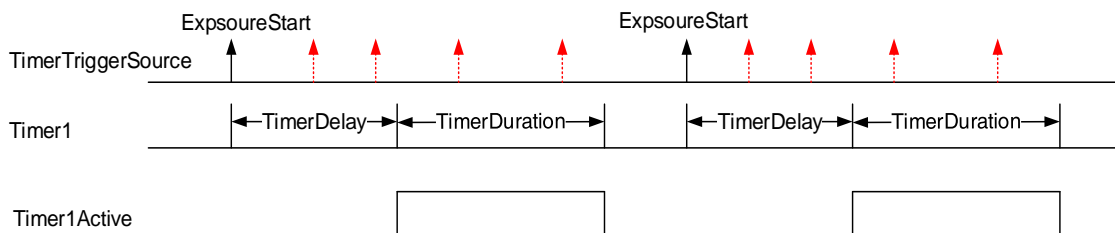

图 8-60 Timer1Active 与曝光开始信号的关系
- 1) 从定时器开始启动到 Timer1Active 完整输出,这个过程不会被曝光开始信号打断,即 Timer1Active 必须完整输出,才能根据下一个曝光开始信号开始计时。如图 8-60 所示,红色的曝光开始信号是被忽略的。